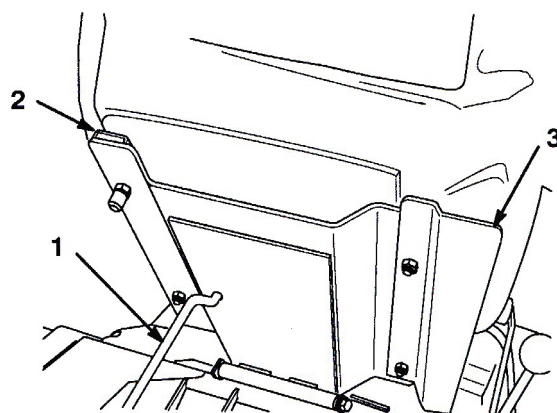

図6
3. 付属部品のロックナット (5/16 in.) で、運転席とシート・パネルとシートスライドをサポートに固定する(図6)。シート・パネルが、図6のように右側にくるように取り付ける。